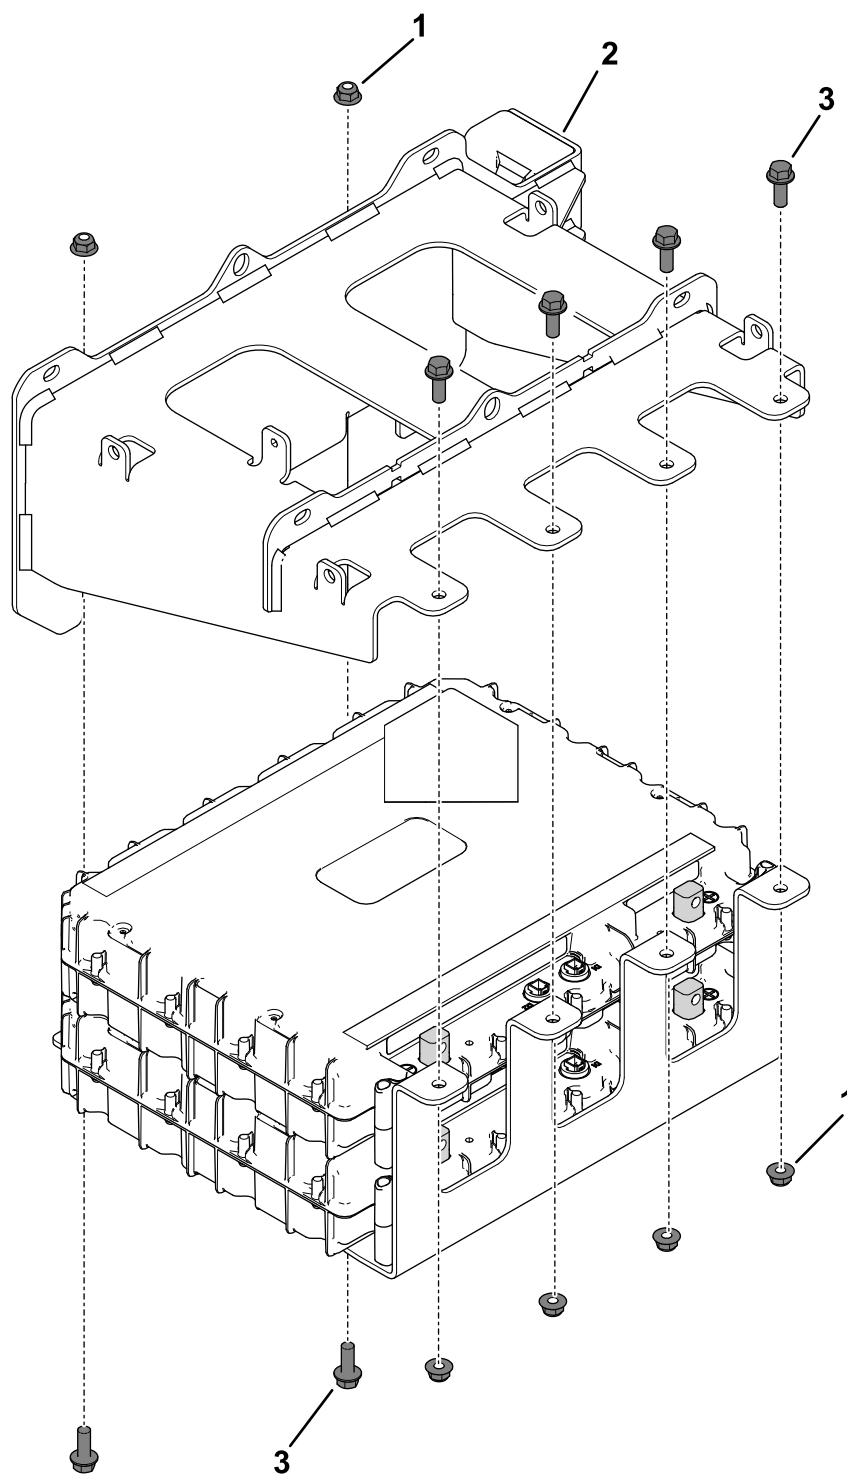

Figur 20
4. Monter merke for modell 04593 på den nedre monteringsplaten, som vist i Figur 20.